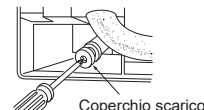

Fig. 3
- Porre il coperchio dello scarico sulla sezione su cui il tubo di scarico deve essere applicato sul retro dell'unità interna. (Fig. 3)